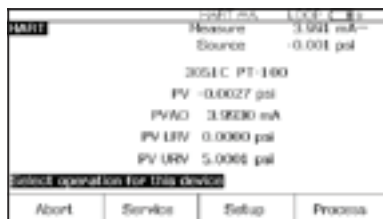

Figura 5.
1. Encienda el calibrador Fluke 754. Pulse la tecla roja **HART** y luego la tecla programable **Loop Power** (Alimentación en bucle) para que el calibrador muestre la información HART básica del transmisor 3051 (Figura 5).
7. Seleccione **Output Trim** (Ajuste de la salida) y pulse **ENTER**. El valor de la variable primaria (PVAO) está en el ángulo superior derecho de la pantalla (Figura 5). Por lo general, es una señal de 4 mA. El valor de mA, medido constantemente por el calibrador Fluke 754, está en el centro de la pantalla. Pulse la tecla programable **Fetch** para cargar el valor medido en mA. Pulse **Send** para enviar el valor al transmisor 3144 y ajustar la sección de salida para el valor de 4 mA. Pulse **Continue** para el ajuste de 20 mA y repita este paso.